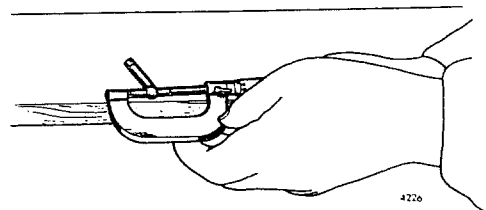

Fig 11–34. Mätning av stickmått
4. Ta bort inställningsringen på kronhjulssidan och mät dess totala bredd med en mikrometer. Mätningen bör göras ca 90° från låsskruven, se fig 11–32. Notera värdet.